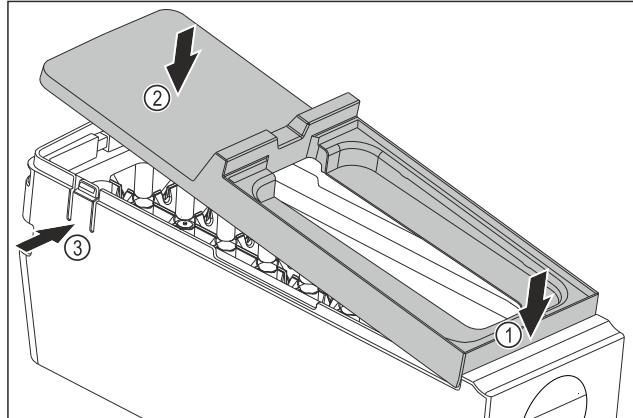

Fig. 186
- Montáž krytu korpusu EasyTwist-Ice: Kryt nasadte vpred. Fig. 186 (1)
- Kryt spustite dozadu. Fig. 186 (2)
- Kryt počuteľne zapadne od oboch strmeňov Fig. 186 (3).